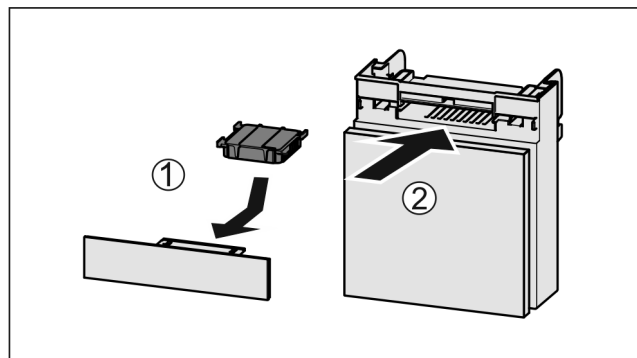

Fig. 127
- ▶ Filtr s aktivním uhlím vložte podle vyobrazení Fig. 127 (1).
- ▶ Zásuvku zasuňte Fig. 127 (2).